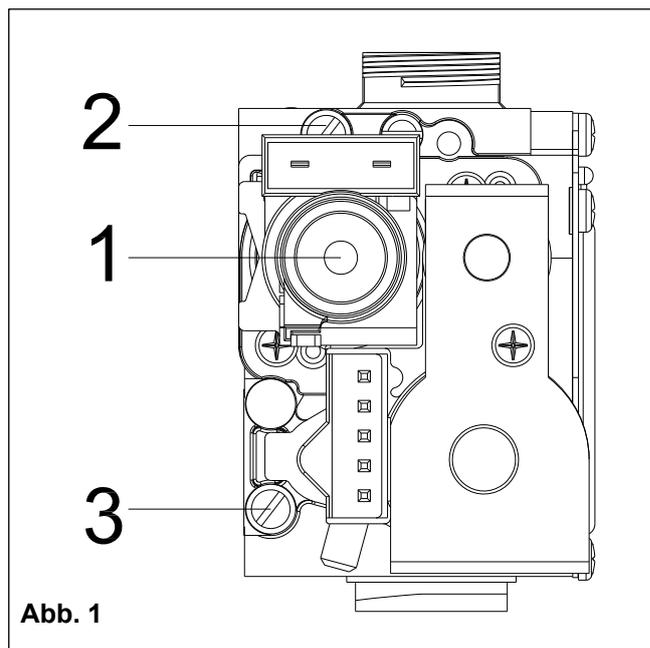

Abb. 1
- b. Die 4 Widerstände auf das Heizungsvorlaufrohr, das Heizungsrücklaufrohr, die Kaltwasserleitung und die Warmwasserleitung (mit Ausnahme der Gasleitung) positionieren, siehe Abb.1.
- d. Das Thermostat mit dem mitgelieferten Clip auf der Heizungsvorlaufleitung anbringen (siehe Abb. 1);
- e. Die Netzkabel an die Klemmenleiste auf dem Display und anschließend an die Anschlussanleitung anschließen (siehe Abb. 1);
- Die Schraube des Gasdruckpunktes Nr. 2 (Abb. 1) lösen und ein Manometer einfügen;
- sobald der Kalibrierungsvorgang abgeschlossen ist, ist die Taste  zu drücken, um den AUS-Modus mit dem Symbol  auszuwählen, das Gaszufuhrventil zu schließen und die Druckanzeige vom Gasdruckpunkt (Abb.1) zu entfernen. **Die Schraube fest anziehen und darauf achten, dass es zu keinen Gaslecks kommt.**